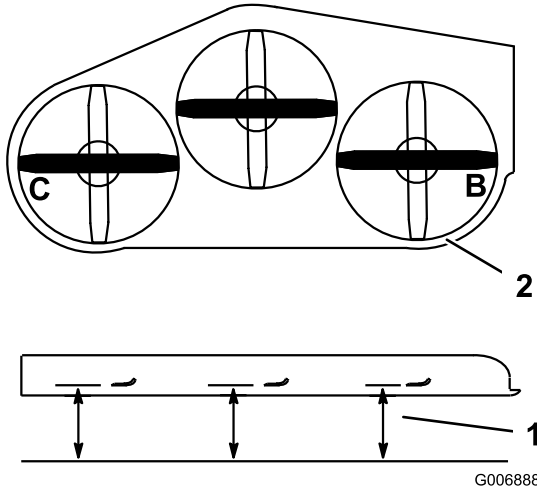

Figure 74
- Mesurez la distance aux points **B** et **C** entre une surface plane et le bord coupant des pointes des lames (Figure 74).